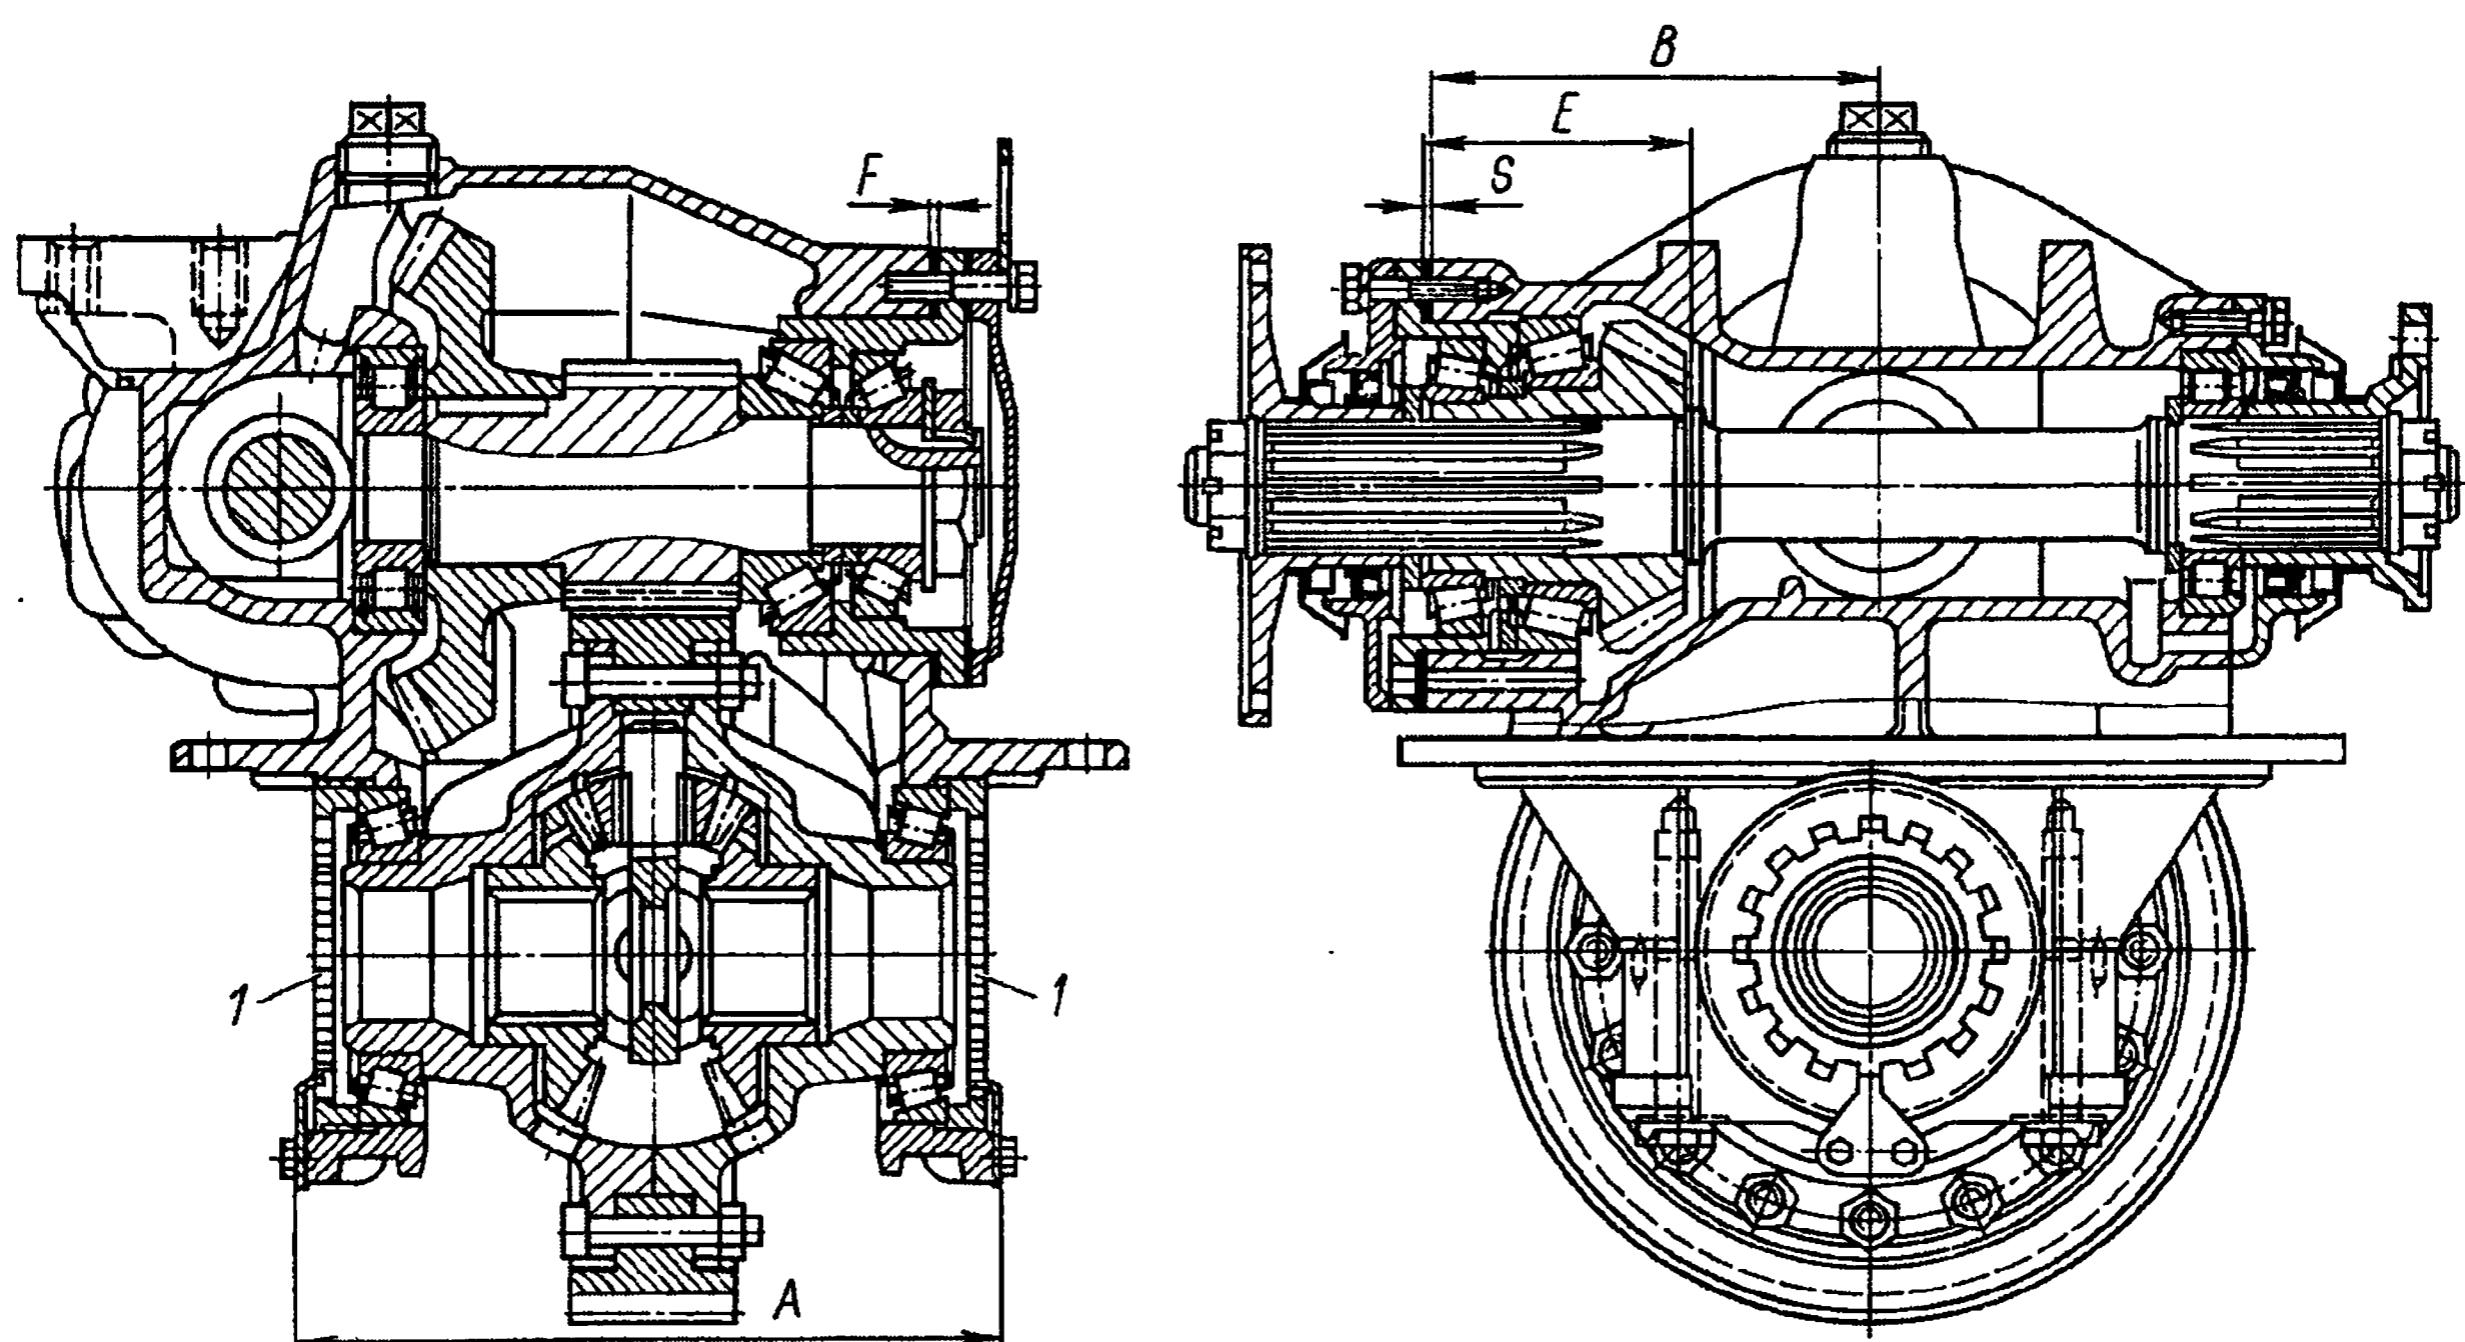

Рис. 234. Передача главная промежуточного моста:
48. Определите толщину пакета регулировочных прокладок $S$ (рис. 234), устанавливаемых между фланцем стакана подшипника ведущего конического зубчатого колеса и картером главной передачи. Толщина пакета регулировочных прокладок определяется по формуле: $S = (81 + \text{поправка}) + E - B$ , где $E$ — действительный размер от торца ведущего конического зубчатого колеса до фланца стакана; $B$ — действительный размер главной передачи от переднего торца до оси ведомого конического зубчатого колеса; поправка равна 0,3 мм	—
60. Замерьте размер $F$ (см. рис. 234) между картером и фланцем стакана подшипников ведущего цилиндрического зубчатого колеса при беззазорном зацеплении конических зубчатых колес.	—
— последовательно и равномерно затяните обе регулировочные гайки 1 (см. рис. 234) до увеличения расстояния А между крышками подшипников дифференциала на 0,1—0,15 мм (расстояние замеряйте между площадками для стопоров гаек);	—